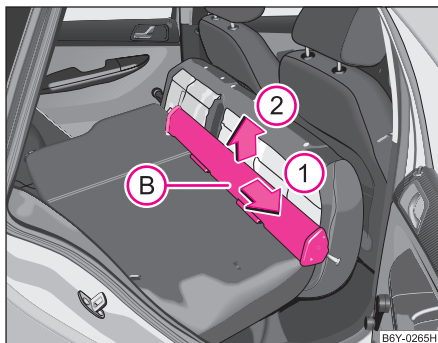

Fig. 65 Scaunele din spate: Carcasa peretelui despărțitor
- Împingeți carcasa peretelui despărțitor **(B)** ⇒ fig. 65 în sensul săgeții **(1)** și scoateți-o din spătarul scaunelor din spate în sensul săgeții **(2)**.